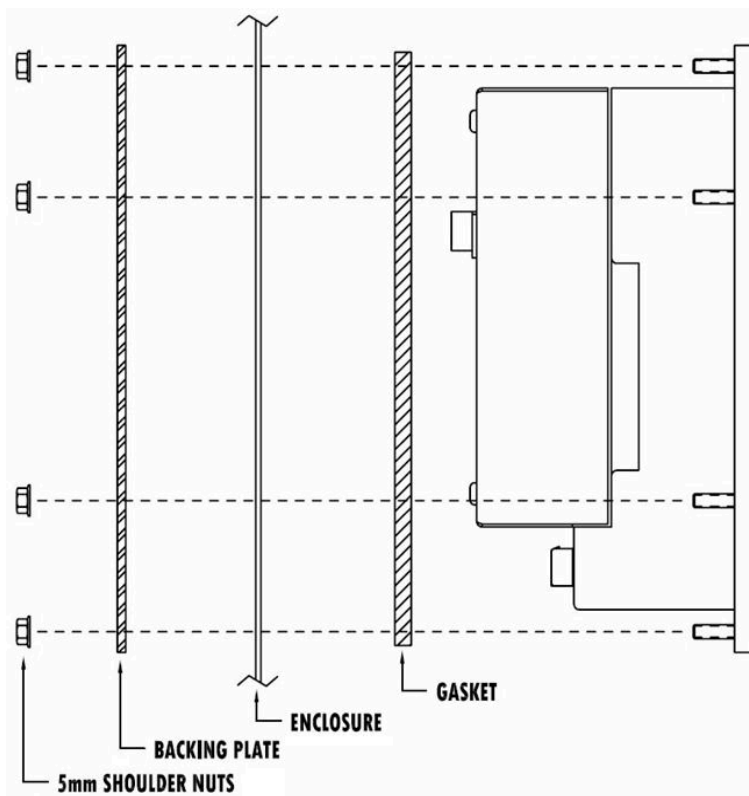

Figura 2-7: Montagem em painel, vista lateral
3. Coloque o terminal através do corte da frente e prenda encaixando a placa de fundo na parte posterior do terminal, instalando e apertando as oito porcas até elas fixarem. A Figura 2-7 mostra uma vista lateral de instalação do painel.